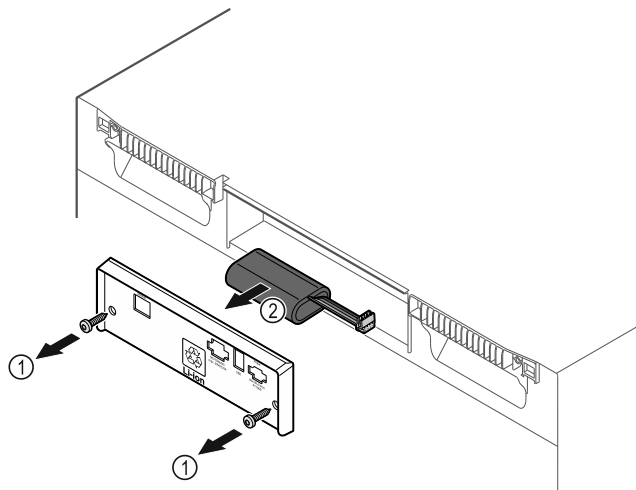

Fig. 228
- ▶ Schrauben herausdrehen und Abdeckung auf der Rückseite des Gerätes entfernen Fig. 228 (1).
- ▶ Batterie abstecken und herausnehmen Fig. 228 (2).